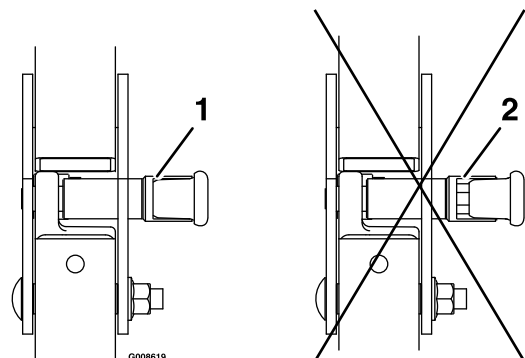

Figure 9
6. Appuyez sur l'arceau de sécurité et vérifiez que les deux goupilles sont engagées (Figure 9).